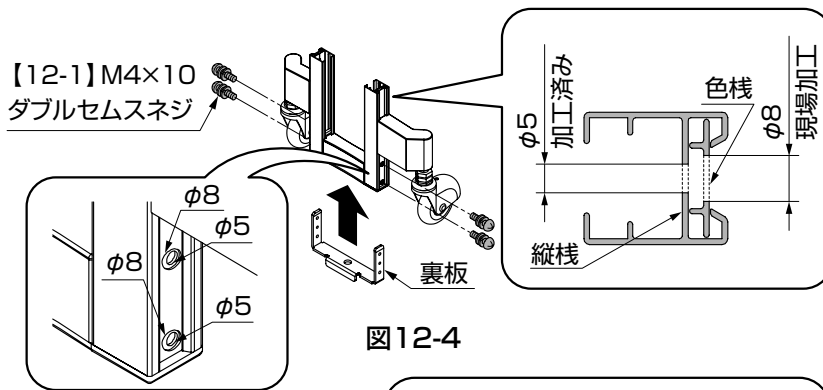
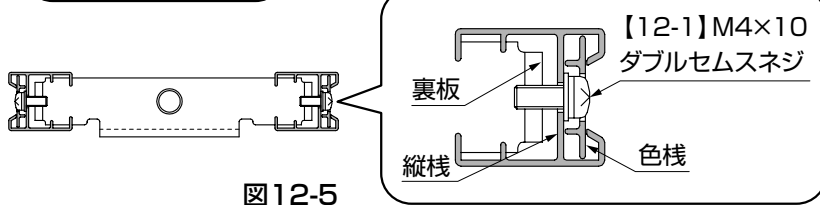

図12-4
図12-5
- ①色棧にのみφ8孔をあけてください。色棧にはφ5の下孔があいています。(図12-4参照)
- 縦棧には、φ8孔をあけないでください。(図12-4、図12-5参照)
- ②裏板を縦棧に【12-1】で組付けてください。(図12-4、図12-5参照)
(3) PG型R センターシャフトの組付けおよび転倒防止受金具の施工